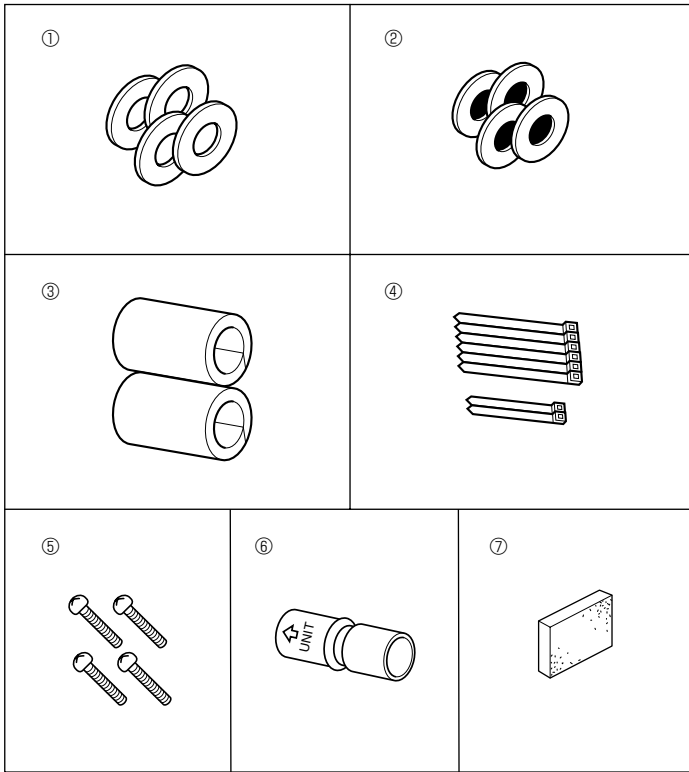

Fig. 2-1
**2.1. Controllare gli accessori dell'unità interna (Fig. 2-1)**